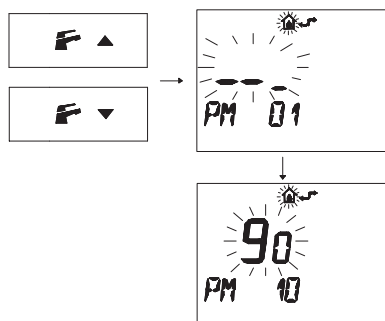

Figura 5.52
- Premere i pulsanti **PM** ↓ o **PM** ↑ per visualizzare la programmazione "PM10" selezione della frequenza di accensione (Figura 5.52).
Nella Figura 5.52 si visualizza un SET programmato di **90** corrispondente ad un tempo di riaccensione di 3 minuti circa.